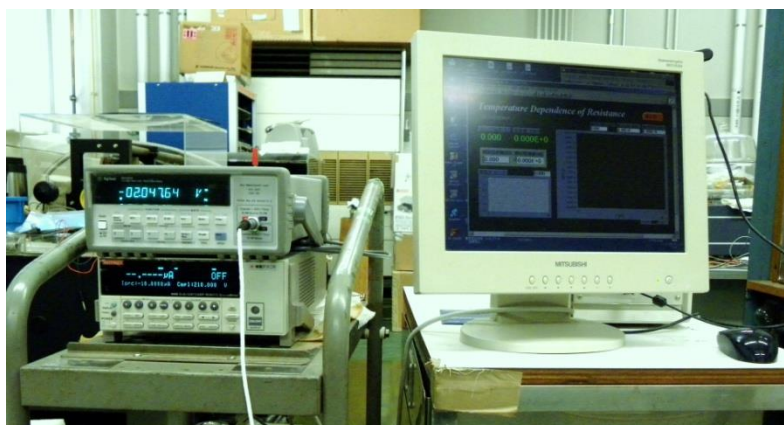

図 3 : *I*-source , ナノボルトメータ , PC (上)、温度計 (下)
- ・PC, *I*-source (KEITHLEY 社 6430), ナノボルトメータ (Agilent 社 34420A), 温度計 (Lake shore 社 DRC-91C) を準備する。（図 3）